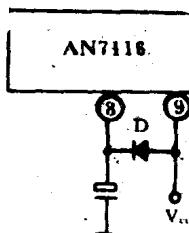

图 8
修理方法是：按图 8 所示，在 AN7116⑧脚与⑨脚之间并接一只 2CP 型二级管 D，即可使 AN7116 恢复正常工作。